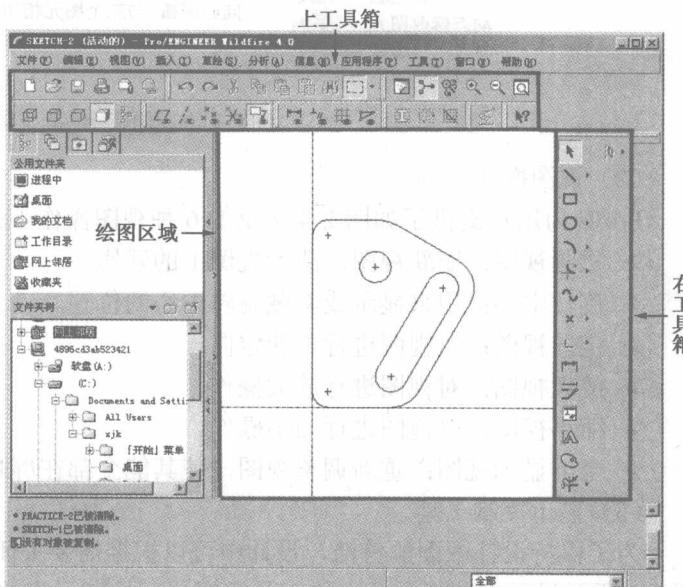

图 2-2 二维草绘设计界面
- 2) 在【类型】选项列中选取【草绘】复选框，在【名称】文本框中输入新建文件名称，如“Sketch”，单击  按钮，进入如图 2-2 所示的二维草绘设计界面。